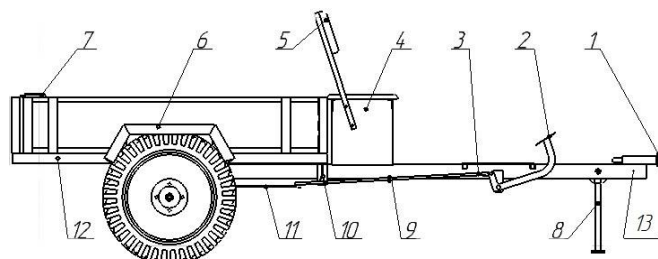

Рис.1 Тележка мотоблока
19. При выгрузке с тележки сыпучего груза необходимо открыть или снять задний борт (путем открытия фиксаторов борта), вынуть блокирующий болт из кронштейна (поз.10 Рис.1) и опрокинуть кузов вручную против часовой стрелки.